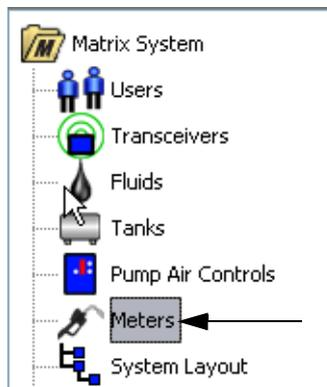

FIG. 85
1. Pour afficher l'écran principal de configuration des compteurs, sélectionnez **"Meters" (Compteurs)** dans la liste du panneau du système Matrix (FIG. 85).